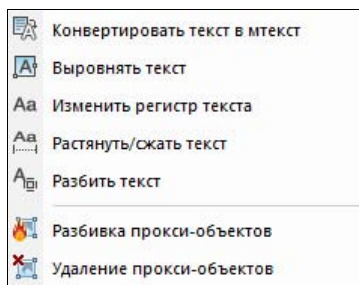

Рис. 2.12. Подменю Редактирование – Дополнительные средства
- ◆ **Дополнительные средства** (рис. 2.12);